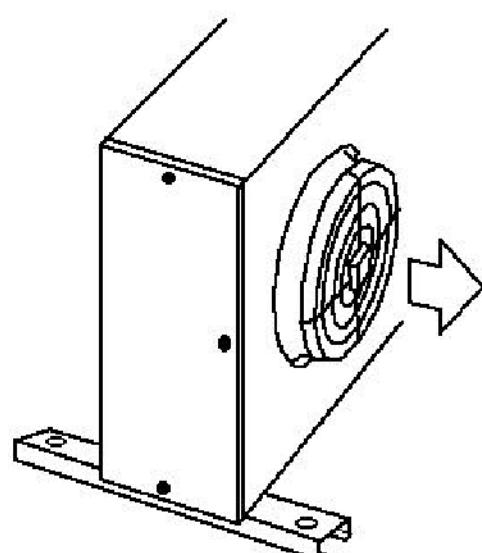

Fig. 6 – Overall dimensions, refrigeration and electrical connections
- Para las dimensiones, posición y la dimensión de los empalmes, ver las Fig. 6 ÷ Fig. 14 y las tablas correspondientes.